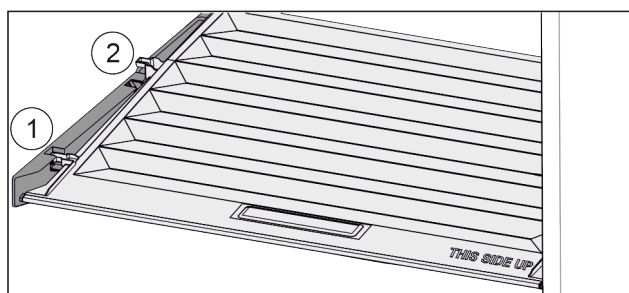

Fig. 91
- Trekk dekkelet til åpningen i holdedelene fremover Fig. 91 (1).
- Løft ut nede bak og ta opp og ut Fig. 91 (2).